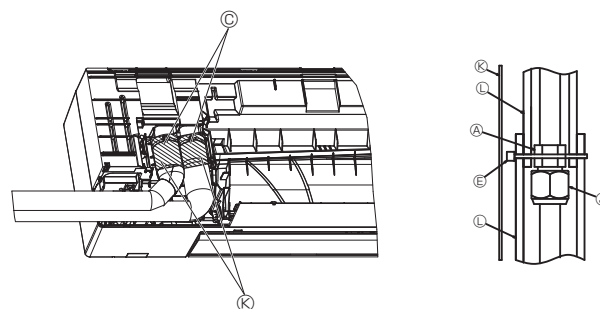

Fig. 3-11
- (6) Cubra la junta con una cubierta de la tubería y asegúrela con una brida ③. (Fig. 3-11)